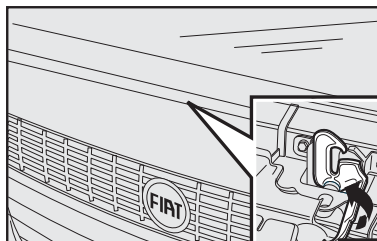

fig. 104
- 2) puxar a trava **B**-fig. 104 localizada acima da grade frontal sob o capô. Como indicado pela seta;